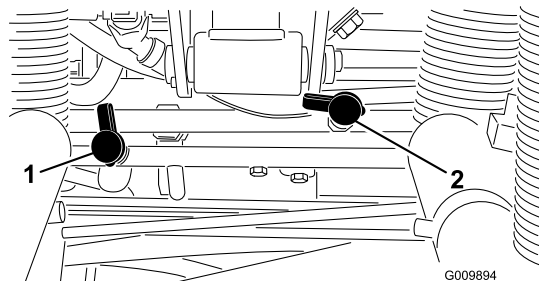

Figura 62
- Utilize a porta de teste #1 (Figura 62) para medir a pressão da tracção de marcha em frente.
- Utilize a porta de teste #2 (Figura 62) para medir a pressão da tracção de marcha-atrás.